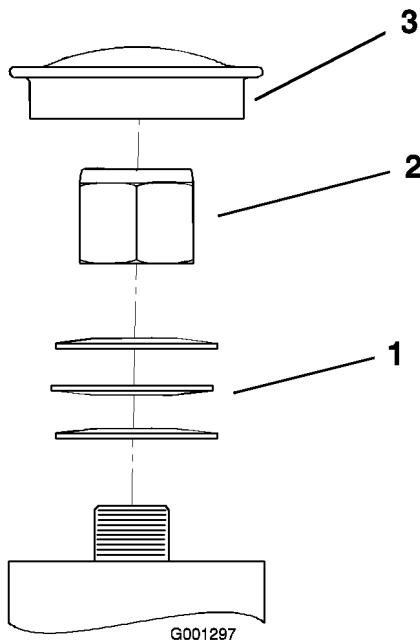

Bild 51
3. Entfernen Sie den Staubdeckel vom Laufrad und ziehen Sie die Sicherungsmutter an (Bild 51).
4. Ziehen Sie die Sicherungsmutter so weit fest, dass die Federscheiben flach liegen und schrauben dann um 1/4 Umdrehung zurück, um die Lager richtig vorzuspannen (Bild 51).
Wichtig: Achten Sie darauf, dass die Federscheiben korrekt wie in Bild 51 dargestellt eingesetzt sind.
5. Setzen Sie den Staubdeckel ein (Bild 51).